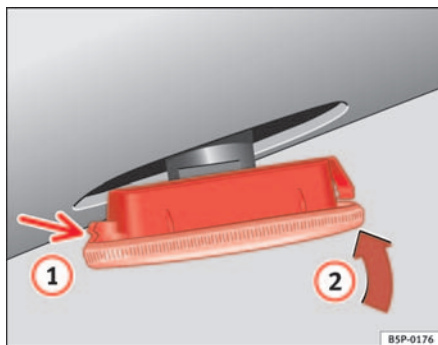

Abb. 150 Seitliche Blinker
- Den Blinker durch Einrasten der Halterungen ① ⇒ Abb. 150 zuerst in die Aufnahme in der Karosserie und anschließend den Blinker in Richtung von Pfeil ② ⇒ Abb. 150 einsetzen. ■